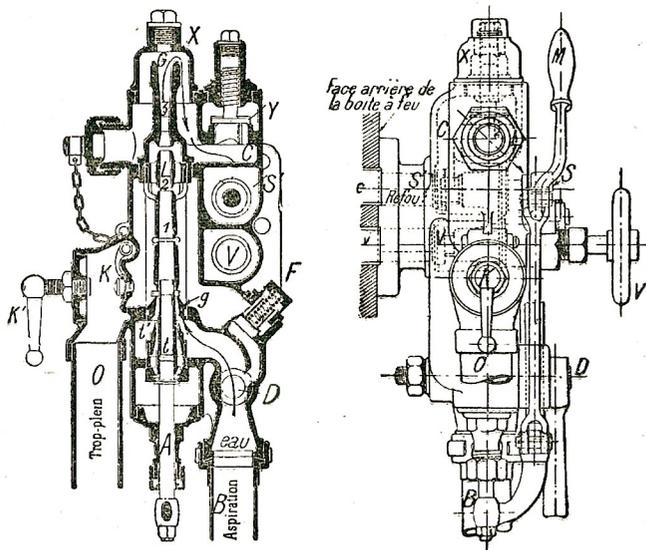
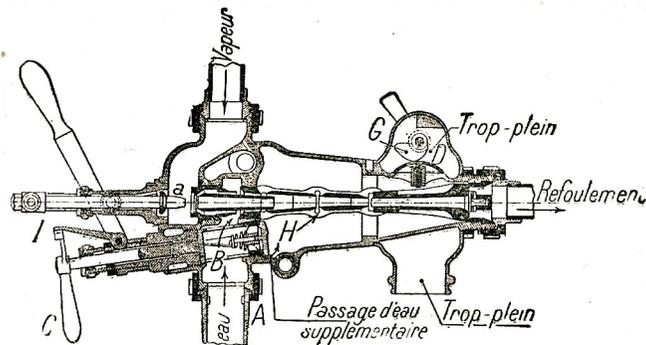

Fig. 34. — Injecteur aspirant vertical Friedmann.
Fig. 35. — Injecteur aspirant Sellers.
verticaux (fig. 34) et les injecteurs Sellers (fig. 35) en service notamment sur des machines de construction américaine.
40 **Injecteurs verticaux Friedmann (aspirants)** (fig. 34). Ils sont généralement montés sur la face arrière de la boîte à feu. Chaque appareil porte son robinet de prise de vapeur V, sa boîte à clapet de
41. **Injecteurs Sellers** (aspirants) (fig. 35). Le dispositif d'amorçage est analogue à celui des injecteurs Friedmann.